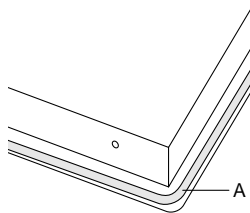

Abb. 4: Dichtungsband
2. Entfernen Sie die Schutzfolie des Dichtungsbandes (A) und kleben Sie das Band soweit wie möglich nach außen auf die Unterseite des Glases (siehe Abb. 4).